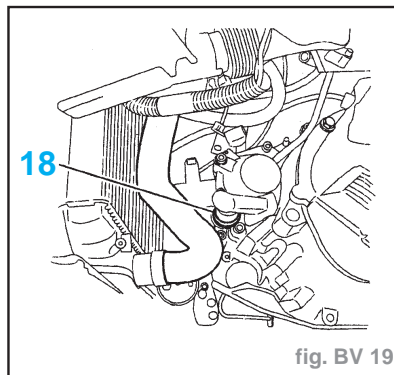

fig. BV 19
- Écarter le cylindre récepteur d'embrayage (18) sans ouvrir le circuit (fig. BV. 19).